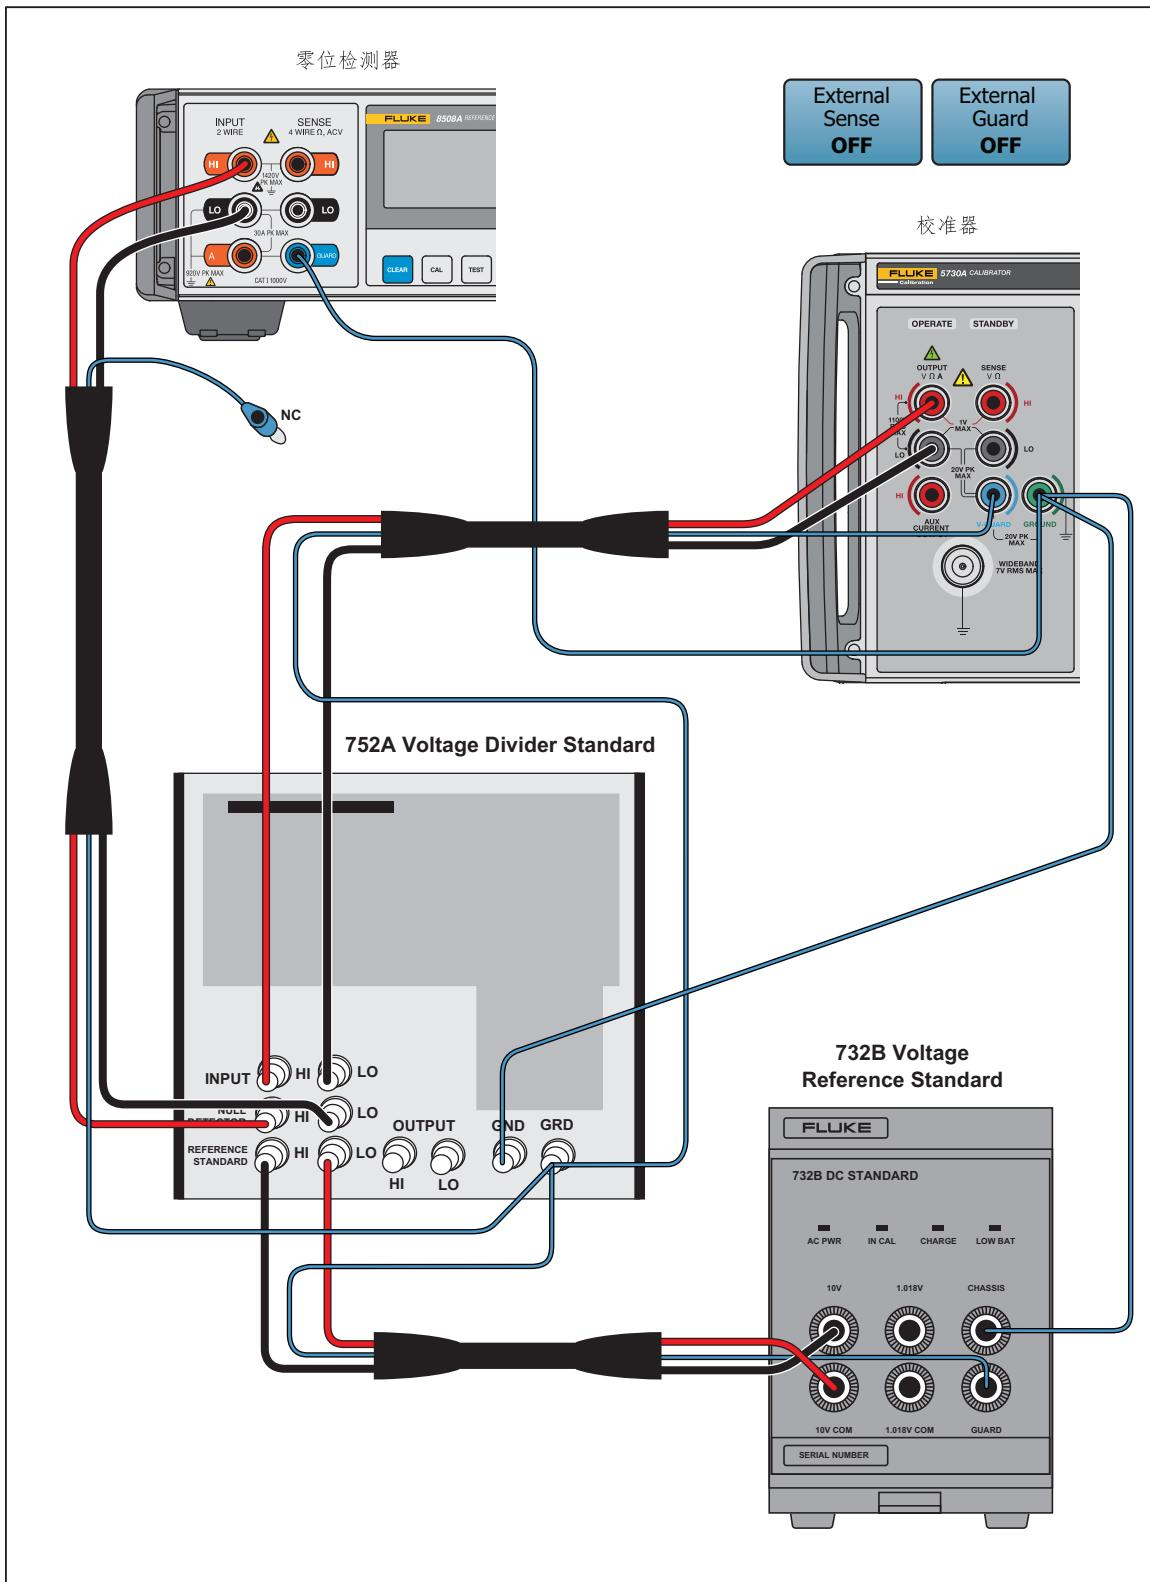

图 7-6. 220 V 直流量程校准连接
4. 如图 7-6 所示, 在 10:1 配置中连接 732B、8508A (零位检测器) 和 752B。